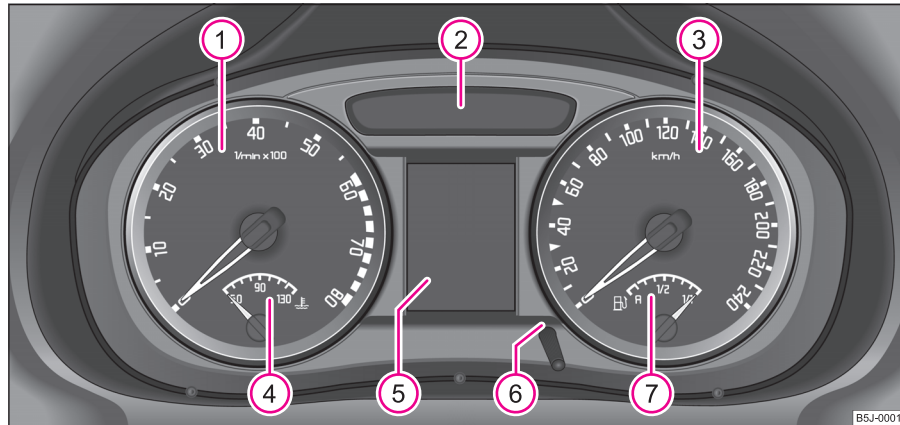
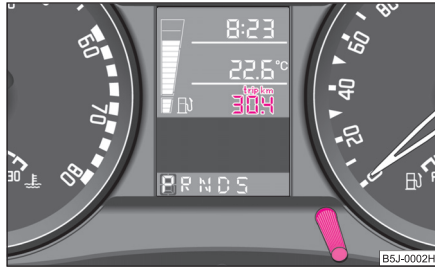

Abb. 2 Kombiinstrument
Abb. 3 Display: Zähler für zurückgelegte Fahrstrecke
Der Beginn des roten Bereiches im Drehzahlmesser ① ⇒ Abb. 2 kennzeichnet für alle Gänge die maximal zulässige Motordrehzahl des eingefahrenen und betriebswarmen Motors. Vor Erreichen dieses Bereiches sollten Sie in den nächst höheren Gang schalten bzw. die Wählhebelstellung **D** des automatischen Getriebes wählen.
Die Kühlmitteltemperaturanzeige ④ ⇒ Seite 9, Abb. 2 arbeitet nur bei eingeschalteter Zündung.
Die Kraftstoffvorratsanzeige ⑦ ⇒ Seite 9, Abb. 2 arbeitet nur bei eingeschalteter Zündung.
Durch kurzes Drücken des Rückstellknopfs **6** ⇒ Seite 9, Abb. 2 können Sie zwischen dem Tages- und Gesamtzähler der zurückgelegten Fahrstrecke umschalten. Zum Erkennen, welcher Zähler für zurückgelegte Fahrstrecke auf dem Display gerade angezeigt wird, erscheint über dem Tageszähler **trip** ⇒ Abb. 3.